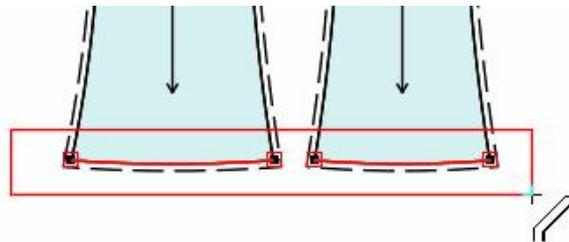

图 35.2
2. **多段边线上加（修改）相同缝份量:** 用该工具同时框选或单独框选加相同缝份的线段，击右键弹出【加缝份】对话框（如图 35.2），输入缝份量，选择适当的切角，确定即可；